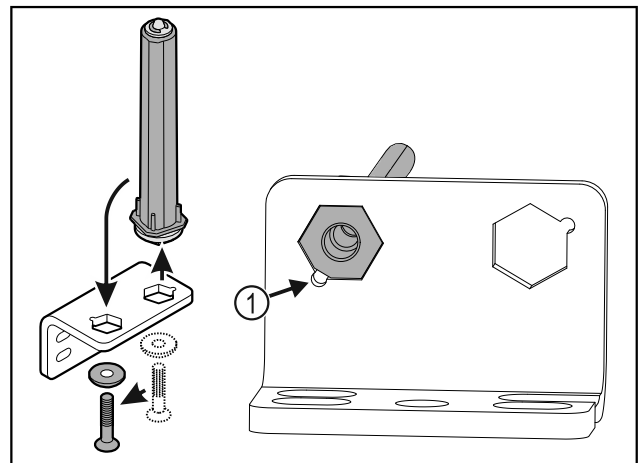

Fig. 31
- Observar que, al colocar, el bisel del perno Fig. 31 (1) apunte hacia el agujero redondo.